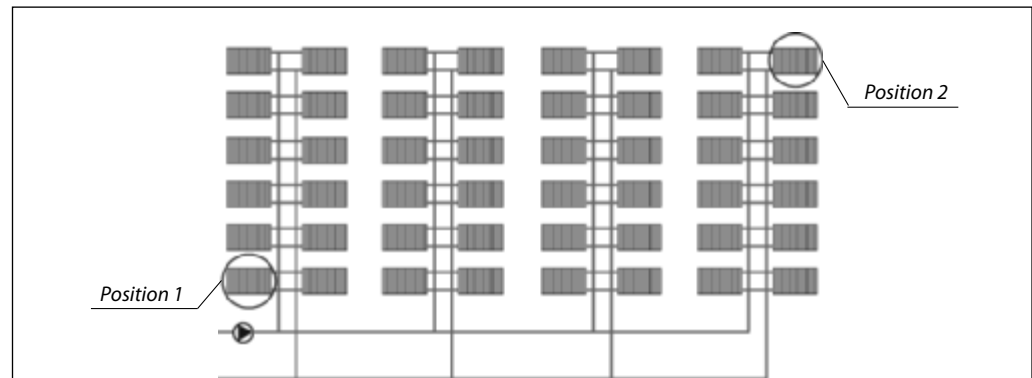

Abb. 2
Als Beispiel sollen zwei Ventile in einem normalen Kühl-/ Heizsystem dienen, von denen eines nahe der Pumpe und das zweite am weitesten davon entfernt sitzt (Abb. 2 auf Seite 12). Beide Ventile verfügen über das gleiche Differenzdruckpotenzial (die Pumpenförderhöhe), doch der Druckabfall ist unterschiedlich verteilt. Bei dem näher an der Pumpe sitzenden Ventil ist der Druckabfall im System (OT) wesentlich kleiner.